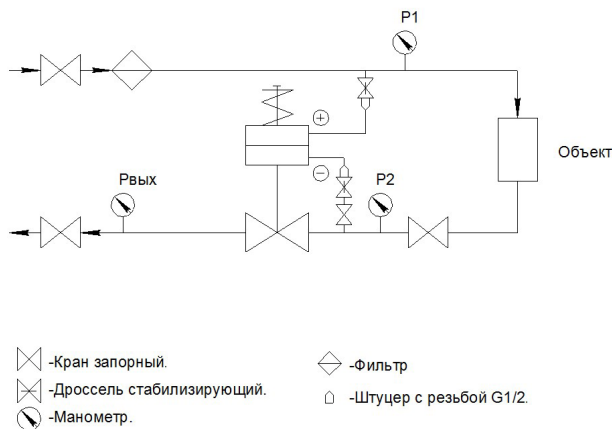

Рисунок 4
- установить два штуцера из комплекта регулятора на подающий и обратный трубопроводы согласно схеме подключения регулятора (рис.4) в местах, удобным для подсоединения импульсных линий. Штуцеры вкручиваются в запорные краны (внутренняя резьба G 1/2) на отводах трубопровода;